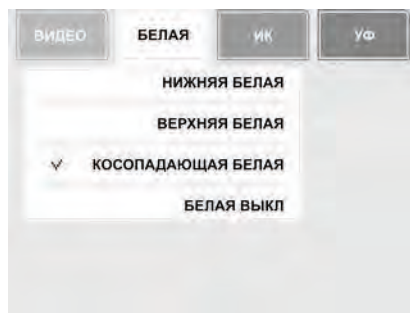

Рис. 13. Включение косопадающей белой подсветки
Поместите банкноту или документ на просмотровый стол ④ прибора. В меню режимов работы нажмите «БЕЛАЯ». В открывшемся подменю выберите пункт «Косопадающая белая» (см. Рис. 13).